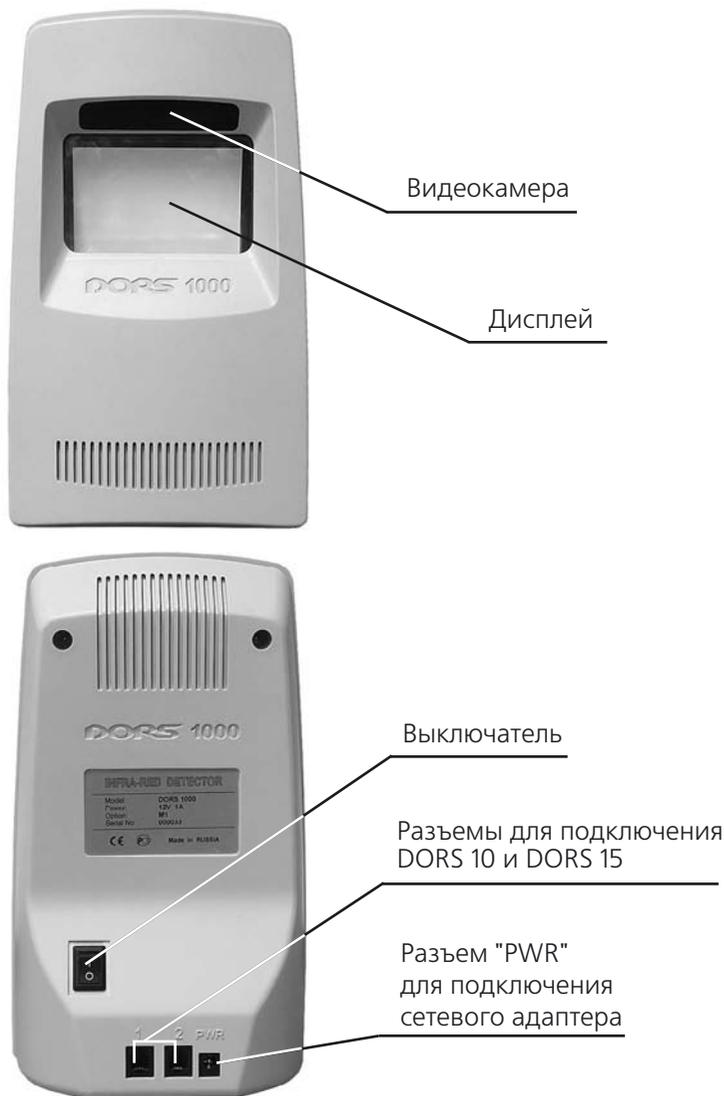

Рис. 1
5. Когда прибор не используется продолжительное время, выключатель питания (рис. 1) должен быть в положении **"выключено"**.
- a. Подсоедините шнур адаптера к разъему питания "PWR" прибора (рис. 1).